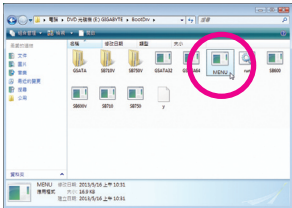
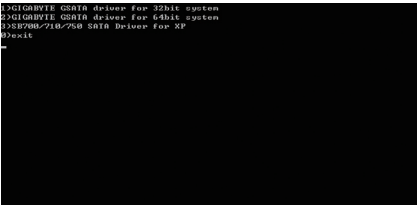

图2
图3
- 2：进入光盘中的「BootDrv」文件夹，双击「Menu.exe」文件 (图2) 后会出现「命令提示符」画面，内含如图3 所示的控制器菜单。
- 3：放入空白磁盘。按下 SATA 控制器驱动程序代码后再按 <Enter> 键。以图3 的菜单为例，请选择「3) SB700/710/750 SATA Driver for XP」。